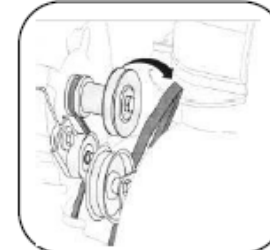

Figure 16
3. Faites rouler la courroie de la tarière hors de la poulie du moteur. Voir la figure 16.